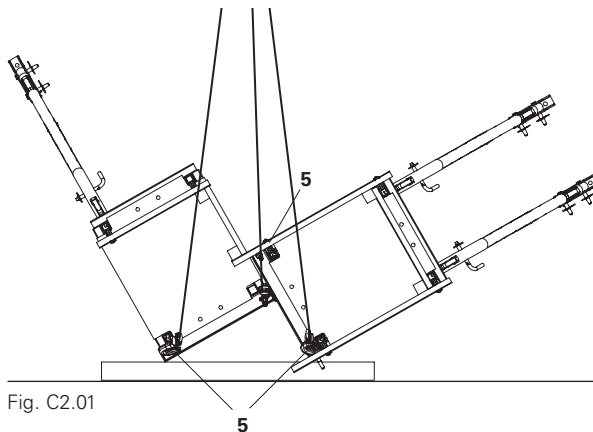

Fig. C2.01
1. Agganciare i ganci a 3 funi negli occhielli per gru (5), raddrizzare la cassaforma e trasportarla nel punto di utilizzo. (Fig. C2.01)